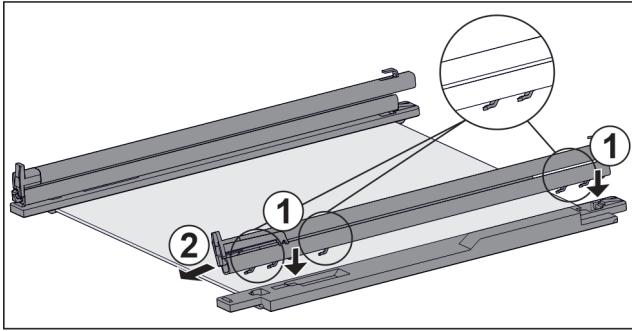

Fig. 115 Стъклена плоча с релси и задържащи части
- ▶ Поставете куките на релсата върху отворите на **лявата** задържаща част. Fig. 115 (1)
- ▶ Издърпайте релсата напред. Fig. 115 (2)
- ▶ Поставете куките на релсата върху отворите на **дясната** задържаща част. Fig. 115 (1)